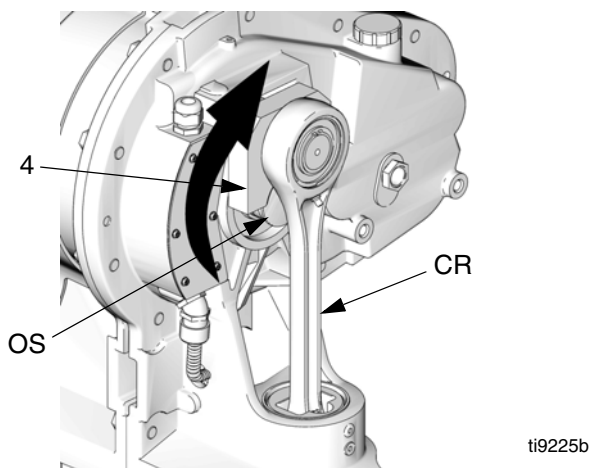

FIG. 16. Gire el brazo de manivela
10. Vea la FIG. 16. Gire el brazo de manivela (4) para poder extraerlo del eje de salida (OS).
11. Tire del conjunto de brazo de manivela/varilla de conexión (CR) hacia arriba y afuera del cilindro.
12. Retire los cojinetes antiguos (8).